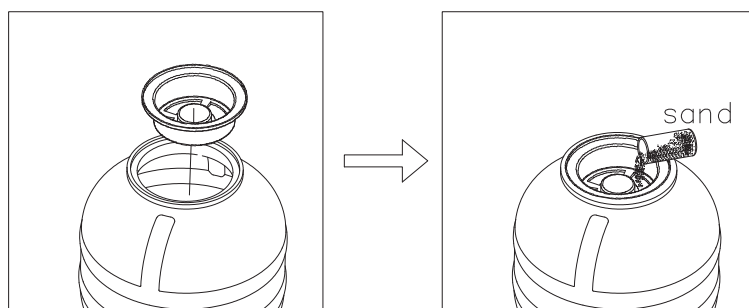

Abbildung 5 + 6 + 7 / Illustration 5 + 6 + 7
- Bevor Sie den Ventilkopf (1) montieren, unbedingt nochmals Dichtflächen (3 + 4) und Verschraubungen/ Gewinde reinigen und Rückstände oder Verschmutzungen abwaschen. Die Verbindung des Ventilkopfes mit dem Filterkessel erfolgt durch den Spannring (6). Der Spannring wird mit der Spannringschraube und der Spannringsmutter verschraubt. (Abbildung 5 und 6 + 7)
- Zum Schluss montieren Sie die Anschlussstutzen am Ventilkopf (1). Dichten Sie die Anschlussstutzen zur Montage ausreichend mit einem Dichtband ein.